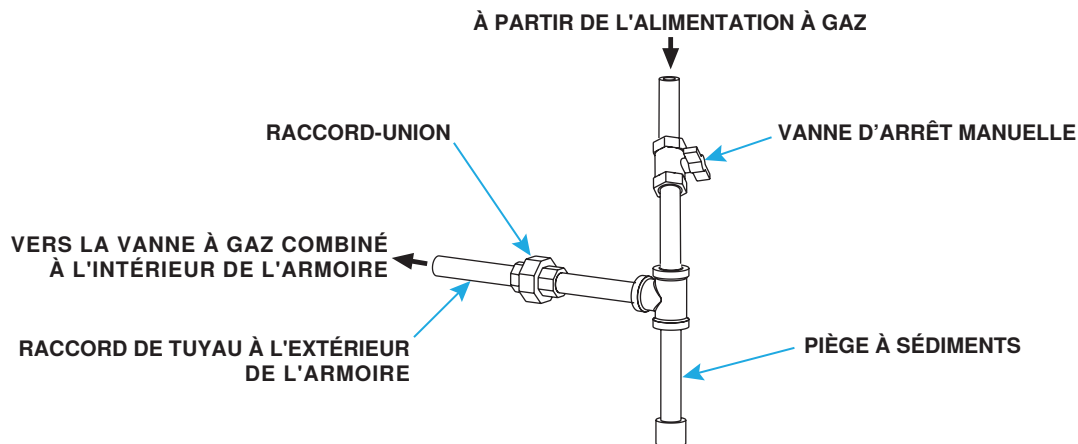

Figure 2. Connexions de gaz
- Installez un raccord à joint rodé et une valve d'arrêt manuel en amont du système de commande de l'appareil. Le branchement bouché de 1/8 pouce dans la soupape d'arrêt permet un raccordement pour l'essai de pression du conduit d'alimentation. Le *National Fuel Gas Code* requiert l'installation d'un piège avec un point de purge de 3 pouces (minimum). Les codes locaux peuvent exiger un point de purge plus long, de l'ordre de 6 pouces (150 mm) (voir Figure 2).